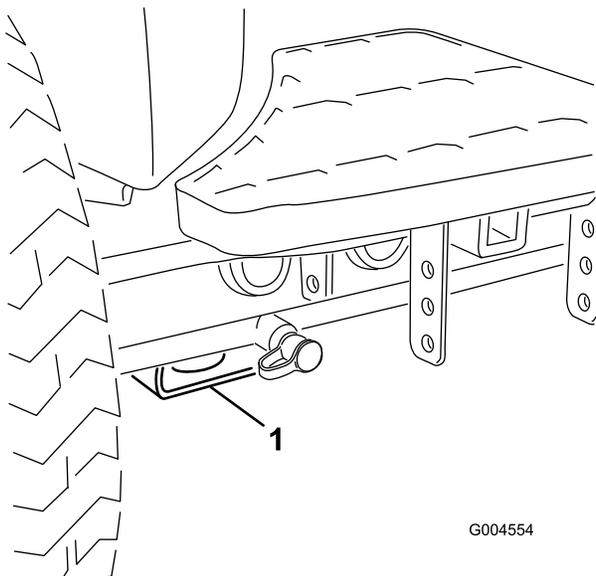

Figura 33
- Delantero – bloque rectangular, debajo del tubo del eje, al interior de cada rueda delantera (Figura 33).